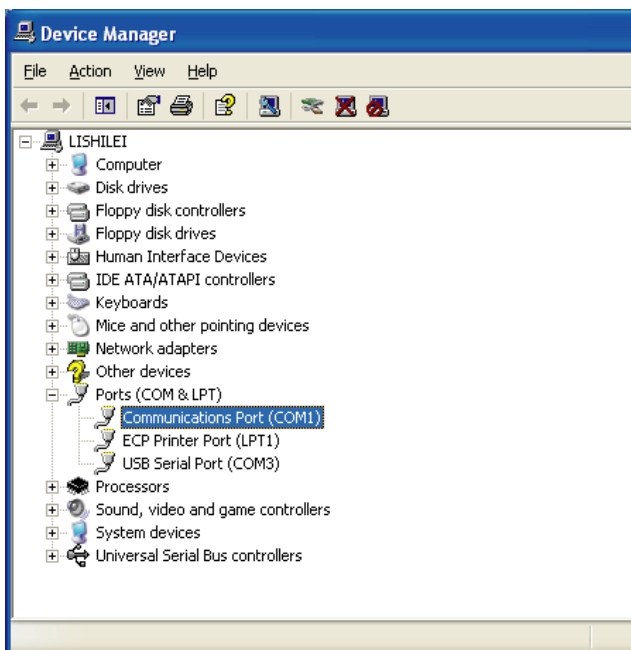

Рис. 4-99
3. После выбора параметра «Device Manager» («Диспетчер устройств») на экране откроется окно «Device Manager» («Диспетчер устройств»), как показано на Рис. 4-99.